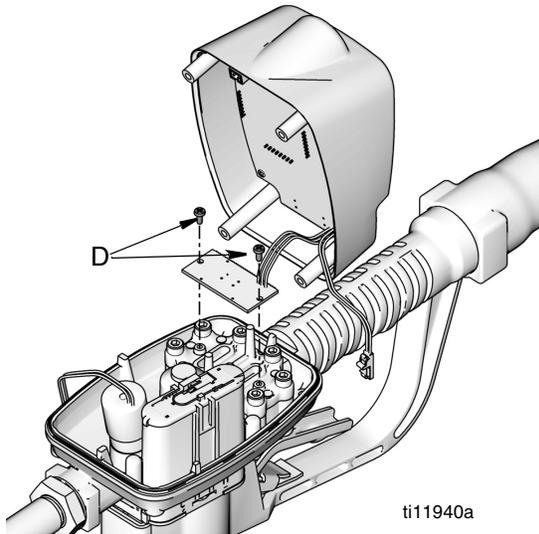

图 34
- 拆下用于将簧片开关板固定到盖板上的两个螺钉 ( D ) ( 图 34 )。妥善保管这些螺钉，以备重新装配。卸下盖板组件。